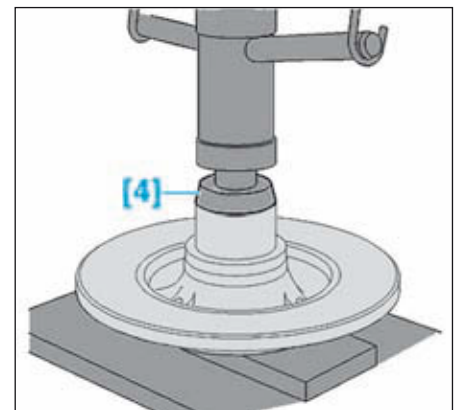

FIG.57
- Reposer, à l'aide d'une presse hydraulique et de l'outil [4], le roulement neuf jusqu'en butée dans le fond de son logement (Fig.57).